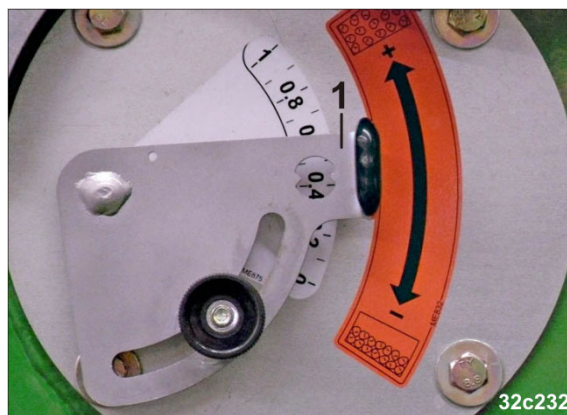

Fig. 285
5. Bevæg luftledepladehåndtaget (Fig. 285/1) flere gange fra anslag til anslag ved kørende blæser.